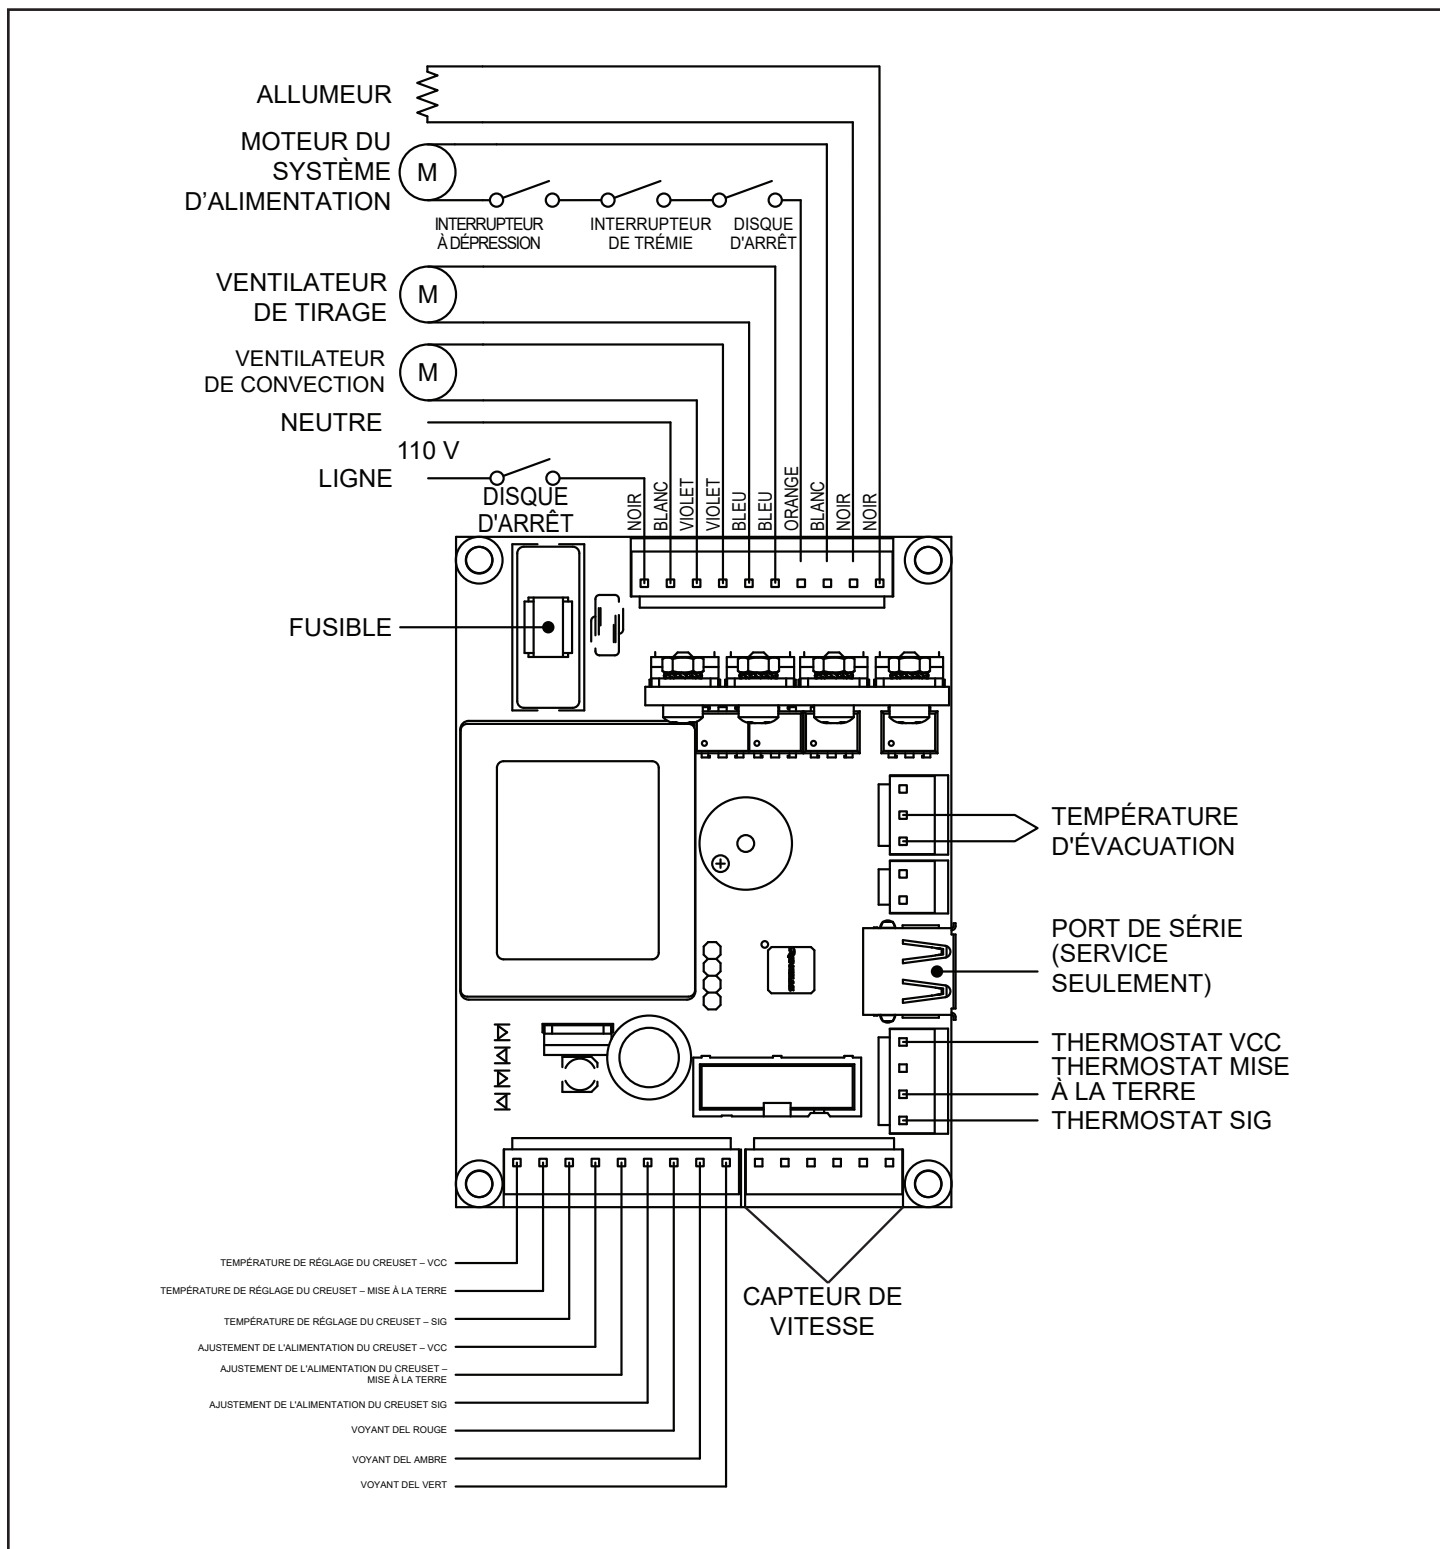

Figure 30.1 - Schéma du panneau de commande
14. Schéma de câblage du panneau de commande (Figure 30.1)